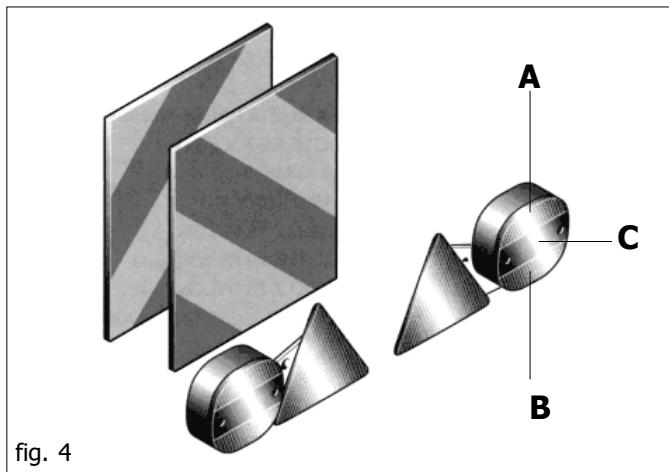

fig. 4
- 35) Si las dimensiones de los aparatos cargados o semi-cargados no permiten la visibilidad de los dispositivos de indicación e iluminación de la motriz, dichos dispositivos deberán ser instalados adecuadamente sobre los aparatos en sí, ateniéndose a las normas del código del tránsito vigente en el País. Asegurarse, mientras viene utilizado, que la instalación de las luces se encuentre perfectamente en función. Se recuerda, además que la correcta secuencia de las indicaciones de los faros prevé (Fig. 4):